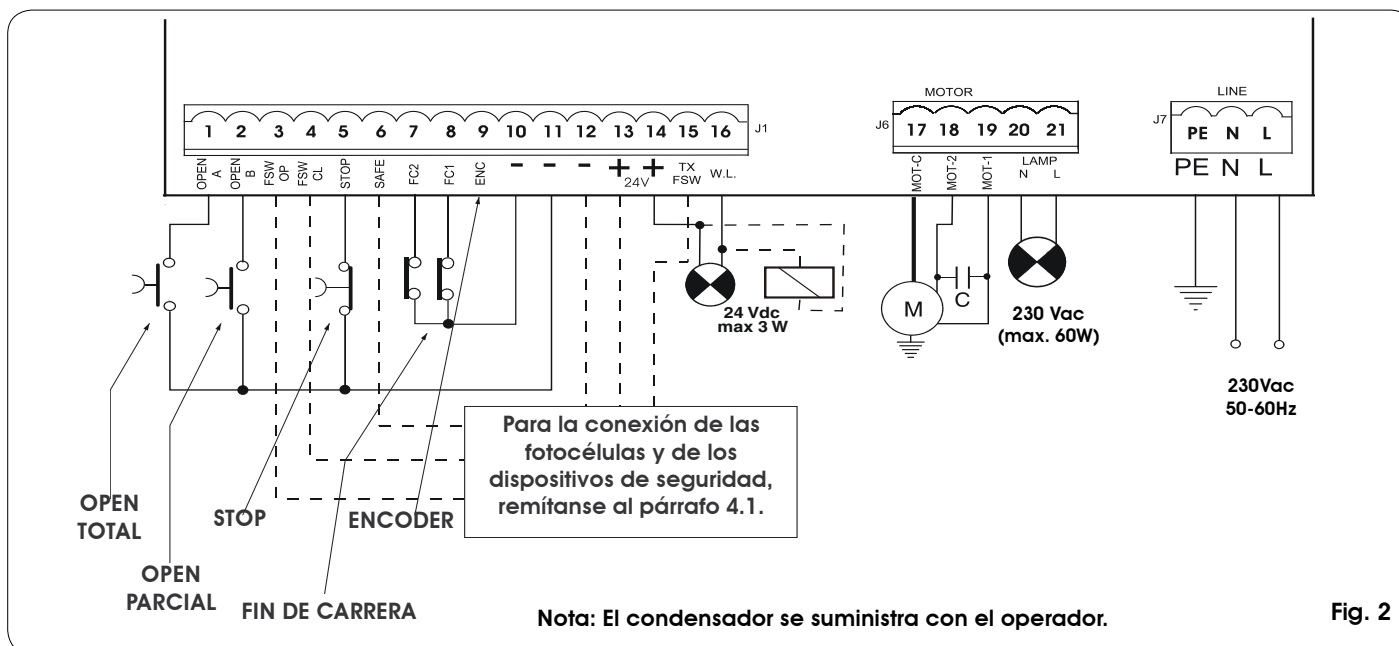

Fig. 2
- Conecten el cable de tierra al específico borne previsto en el conector J7 del equipo (véase fig.2).
4.2 Regleta de bornes J7 - Alimentación (fig. 2)
4.3 Regleta de bornes J6 - Motores y destellador (fig. 2)
4.4 Regleta de bornes J1 - Accesorios (fig. 2)
FC1 / FC2 - Contactos de fin de carrera de apertura y cierre (bornes 7 y 8): La función de los fines de carrera de apertura y de cierre es determinar el punto de referencia para la parada, o bien para el inicio de la deceleración (pre y post fin de carrera), o bien para el frenado del operador (véase programación avanzada Cap. 5.2.). El dispositivo de fin de carrera debe tener un contacto N.C. que debe conectarse entre la entrada (FC1 o FC2) y el borne - del equipo (véase Fig. 2).